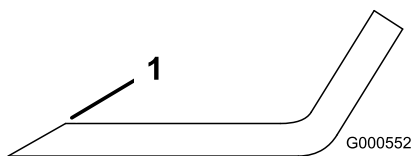

Figura 69
1. Folosiți o pilă pentru a ascuți marginea de tăiere la ambele capete ale lamei (Figura 69).
Notă: Dacă lama nu este echilibrată, pili numai din capătul suprafeței velice (Figura 69).